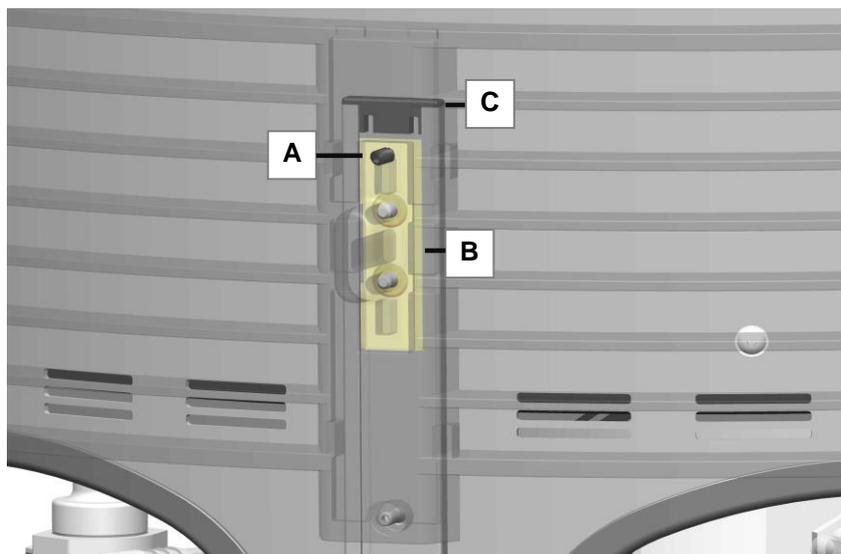

Abb. 4.2.1 Führungsmechanismus Schutzgitter
1. Entfernen Sie jeweils die Madenschrauben (*Abb. 4.2.1.A*) an den oberen Enden der beiden Führungsschienen. Benötigtes Werkzeug 1,5 mm Inbusschlüssel (Lieferumfang).
2. Führen Sie die beiden Schutzgitter mit dem Schlitten (*Abb. 4.2.1.B*) jeweils von oben in die Führungsschienen ein.
4. Stecken Sie den Kunststoffstopfen (*Abb. 4.2.1.C*) auf die Führungsschiene.